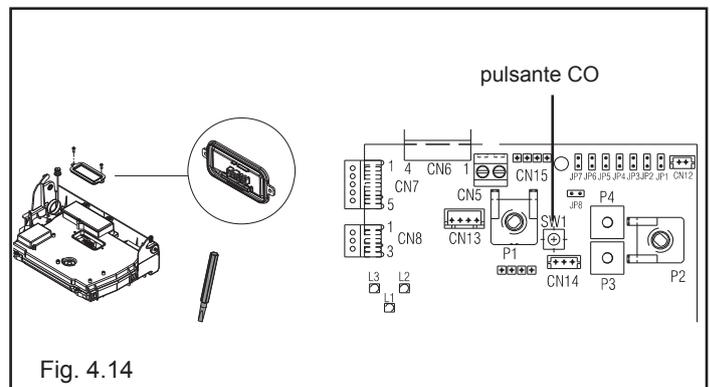

Fig. 4.14
- rimuovere il coperchietto protezione morsettiera (fig. 4.14)